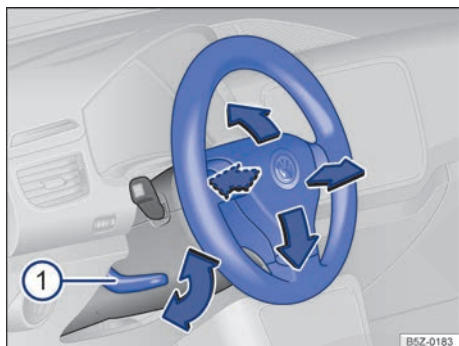

Fig. 39 Ajuste de la posición del volante mecánicamente.
- Empujar la palanca → fig. 39 ① hacia abajo y colocar el volante en la posición deseada.